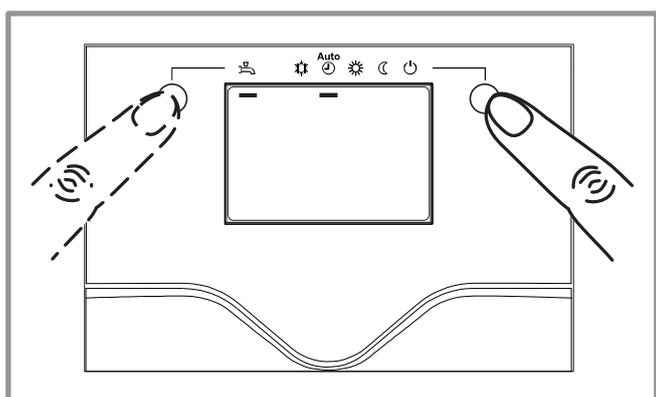

figure 5 - Sélection du régime de chauffe AUTO et puis du régime ECS (eau chaude sanitaire)
- Sélectionner le régime de chauffe "AUTO" (**figure 5**).
- Sélectionner le régime ECS (**figure 5**), si l'installation est équipée d'un ballon sanitaire avec appoint électrique.